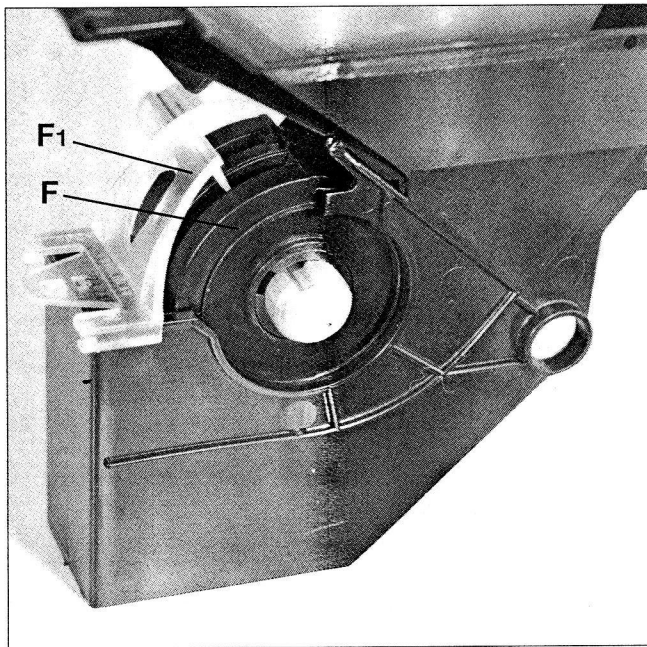

Fig. 26
- Abdeckungen (**F**) und Federrasten (**F1**) ordnungsgemäß montieren; in mittlerer Kerbe festlegen (Fig. 26 + 27).